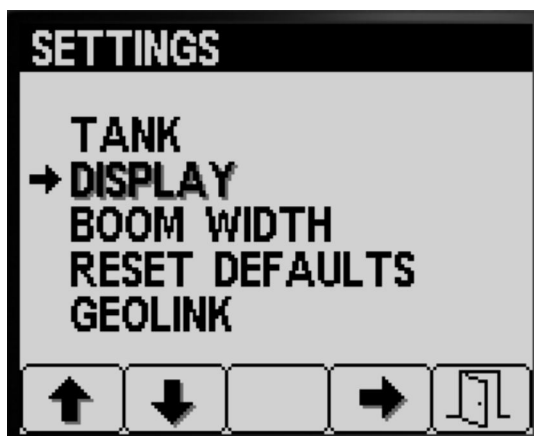

Figura 16
1. Pulse el botón 1 o el botón 2 para desplazarse a la opción PANTALLA (Figura 16).
2. Pulse el botón 4 para seleccionar el submenú PANTALLA (Figura 16).